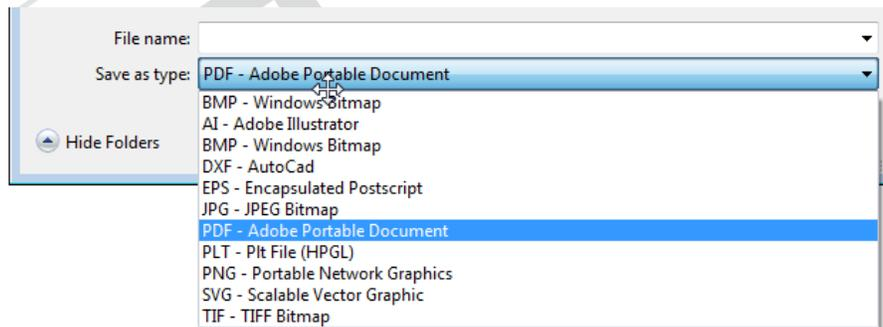

Figura 5.2 Lista de formatos
Paso 3. Elija el formato con el que prefiera guardar el diseño de entre la lista que se encuentra en la caja desplegable como se observa en la **Figura 5.2**.